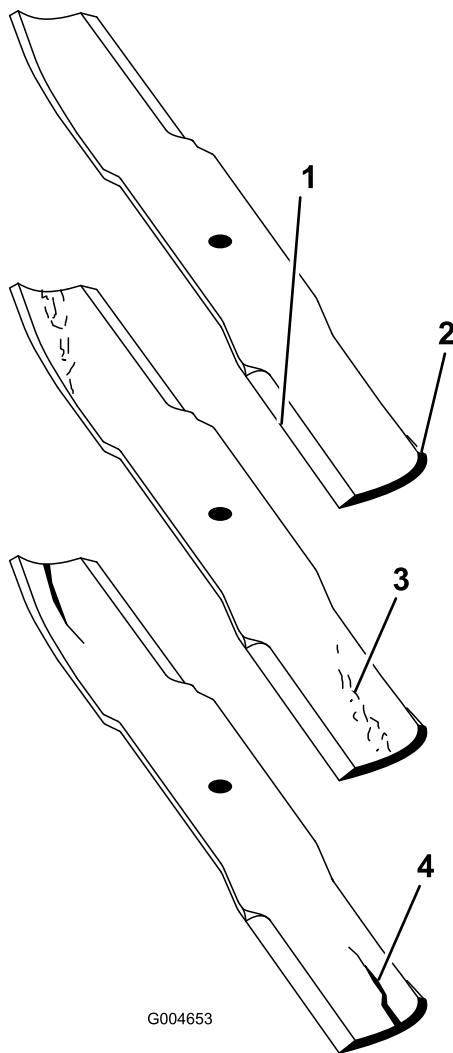

Bild 93
- Prüfen Sie die Schnittkanten des Messers sorgfältig, insbesondere dort, wo die geraden Flächen die gebogenen berühren (Bild 93). Da Sand und anderes reibendes Material das Metall abschleifen kann, das die flachen und die gebogenen Teile verbindet, müssen Sie das Messer vor jedem Einsatz des Rasenmähers prüfen. Wenn Sie Abnutzungen (Bild 93) feststellen, sollten Sie das Messer auswechseln.
Wenn sich das Messer abwetzen kann, bildet sich ein Schlitz zwischen dem Windflügel und dem flachen Teil des Messers (Bild 93). Zuletzt kann sich ein Stück des Messers lösen und aus dem Gehäuse herausgeschleudert werden. Das kann zu schweren Verletzungen bei Ihnen selbst und Unbeteiligten führen.